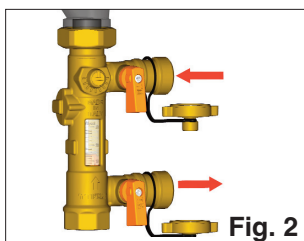

Fig. 2
- Befüllpumpe entsprechend den Durchflussrichtungen Abb. 2 anschließen;